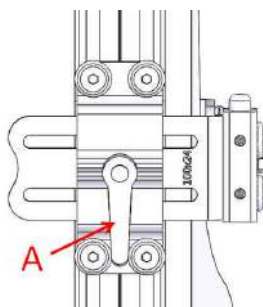

Figura 5-127
- El soporte lateral de tronco se puede remover del asiento girando y liberando la palanca A. (Figura 5-127).